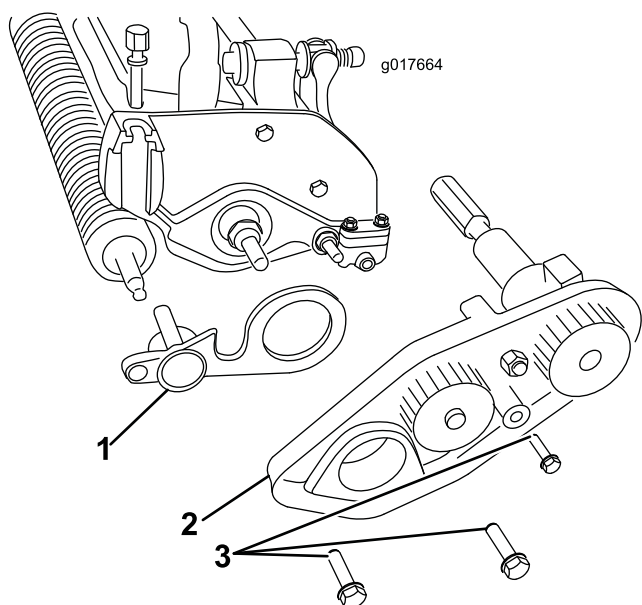

Figura 5
10. Togliete i 3 bulloni che fissano il gruppo di trasmissione a cinghia all'apparato di taglio e rimuovete tutto il gruppo (**Figura 5**).
21. Inserite l'altra estremità dell'albero grooming nella piastra di appoggio sinistra (Figura 5).
22. Montate il gruppo cinghia di trasmissione del cilindro con i bulloni rimossi in precedenza e accertate che la piastra laterale ruoti liberamente (Figura 5).